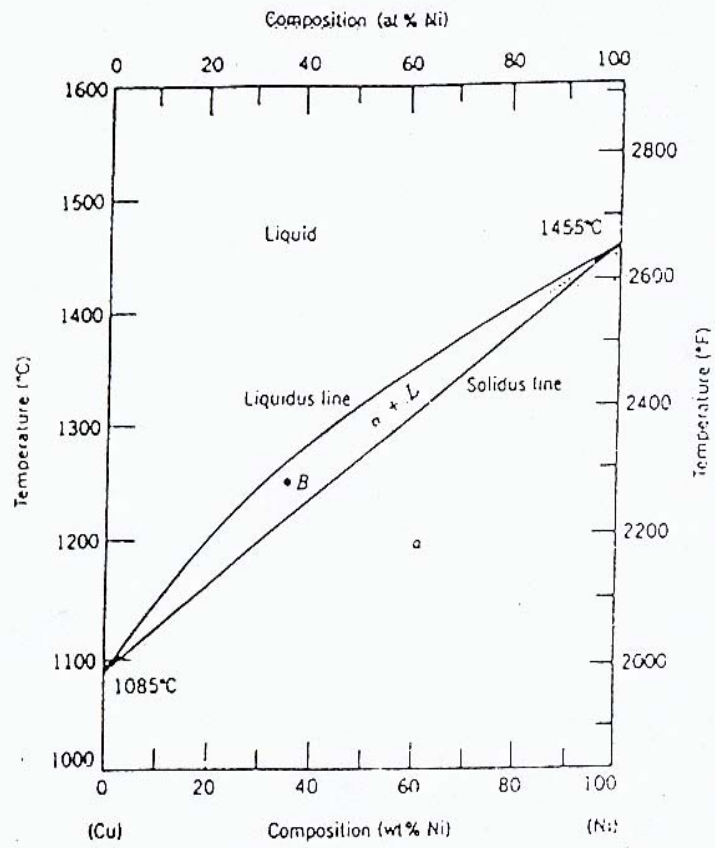

Fig. 1 Diagrama de fases al equilibrio del sistema Cu-Ni.
La Fig. 1 corresponde al diagrama de fases al equilibrio del sistema Cu-Ni. La composición aparece expresada horizontalmente en %át. Ni (arriba) y en %p. Ni (abajo). Al bajar la temperatura, el Cu y el Ni forman una solución sólida de sustitución  $\alpha$ , la que presenta solubilidad total al estado sólido (esto es, sin límite de solubilidad). Tal solubilidad extendida se explica por la similitud de los átomos de Cu y de Ni. Esta fase  $\alpha$  presenta una estructura cristalina CCC, la misma que exhiben el Cu y el Ni por separado.
Pregunta: Bajo condiciones de equilibrio, se tiene una aleación de una composición  $W_0$  a temperatura T, de modo que el material se encuentra dentro del campo bifásico Líquido +  $\alpha$  del correspondiente diagrama, ver punto B de la Fig. 1.
-A  $T = 1.250^\circ\text{C}$ , la aleación de composición  $W_0$  está representada por el punto B del campo bifásico L +  $\alpha$  del diagrama Cu-Ni de la Fig. 1.
Nótese que a la referida temperatura  $T = 1.250$  °C, ver Fig. 1, se tiene lo que aparece en la Tabla 1: